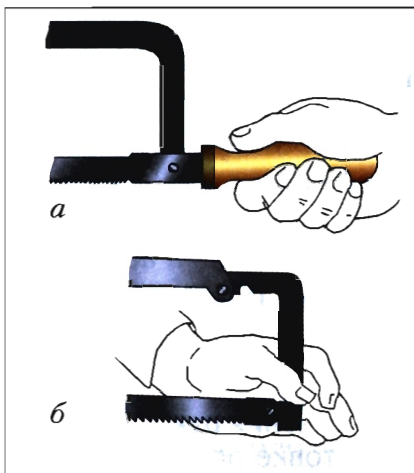

**Рис. 127.** Устройство слесарной ножовки: 1 – рамка, 2 – ножовочное полотно, 3 – ручка, 4 – штифт крепления полотна, 5 – натяжная гайка
Заготовки из проката можно распиливать, или разрезать, *слесарной ножовкой*. Слесарная ножовка (ножовка по металлу) состоит из рамки, ножовочного полотна и хвостовика с ручкой (рис. 127).
*Ножовочное полотно* изготавливается из тонкой полосы инструментальной стали и имеет отверстия для крепления на концах. На кромке полотна насечены наклонные зубья. Через отверстия полотна штифтами крепится к рамке и натягивается гайкой. Его устанавливают так, чтобы зубья ножовки были наклонены вперёд (см. рис. 127). Натягивают полотно ножовки с помощью барашковой натяжной гайки.